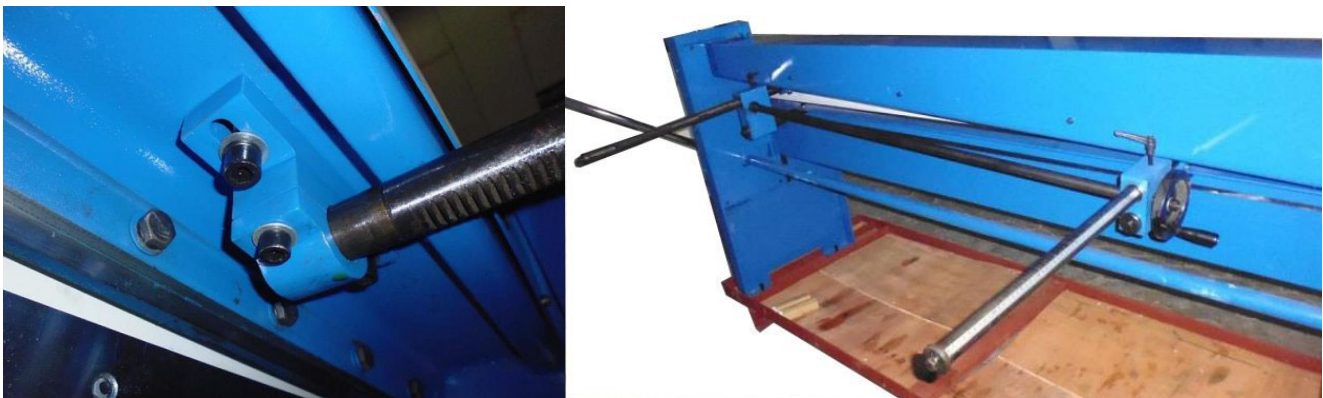

Fig.5-1 : Montage
- Insérer les crémaillères de la butée arrière (Fig. 5-1) dans les supports de la traverse arrière, les visser et les aligner sur le point zéro